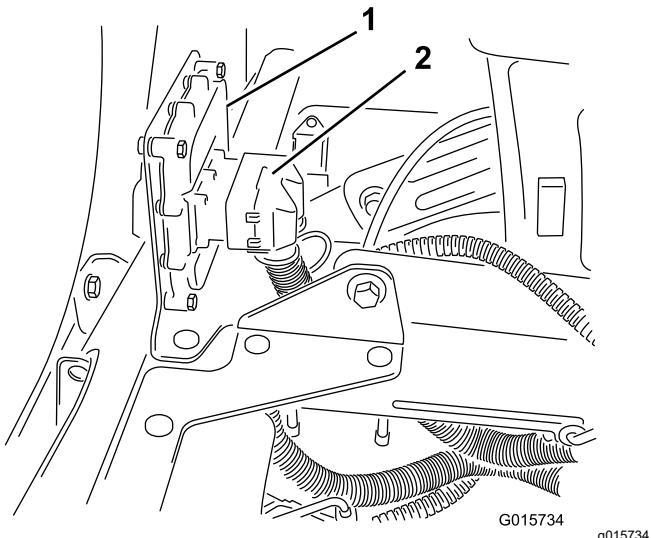

Figura 33
2. Ligue o conector de 50 tomadas da cablagem para a rampa Sonic ao conector de 50 pinos do controlador eletrônico e prenda os conectores com o parafuso de cabeça sextavada (Figura 33).